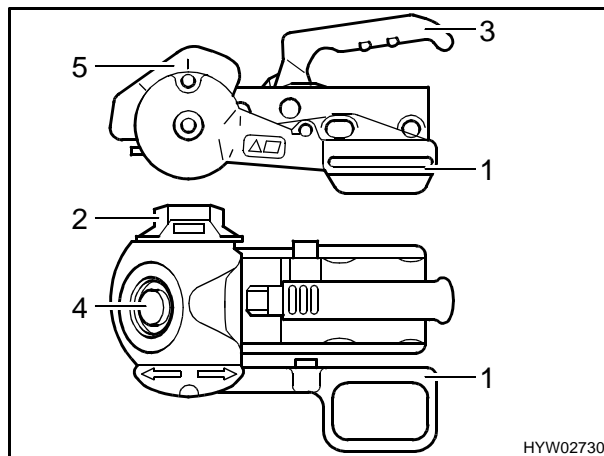

Fig. 2 Gancio di traino AL-KO AKS 1300
- Portare la leva di stabilizzazione (Fig. 2,1) nella posizione più alta.
- Ruotare la manovella (Fig. 2,2) in senso antiorario fino all'arresto in posizione aperta.
- Tirare la maniglia del gancio (Fig. 2,3) verso l'alto.
- Eseguire un controllo a vista: il punto verde dell'indicazione di sicurezza (Fig. 2,4) deve essere ben visibile.
- Premere in basso la leva di stabilizzazione finché il contrassegno della leva di stabilizzazione e quello del relativo alloggiamento (Fig. 2,5) non coincidono.